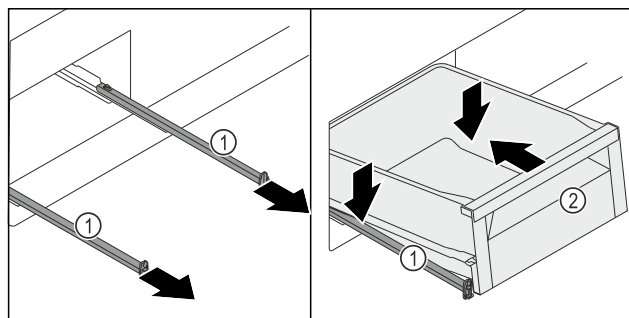

Fig. 124
- Sortir les rails Fig. 124 (1).
- Maintenir les rails Fig. 124 (1) et installer le tiroir Fig. 124 (2) incliné du haut sur les rails Fig. 124 (1).
- Pousser le tiroir Fig. 124 (2) sur les rails Fig. 124 (1) vers l'arrière jusqu'en butée.